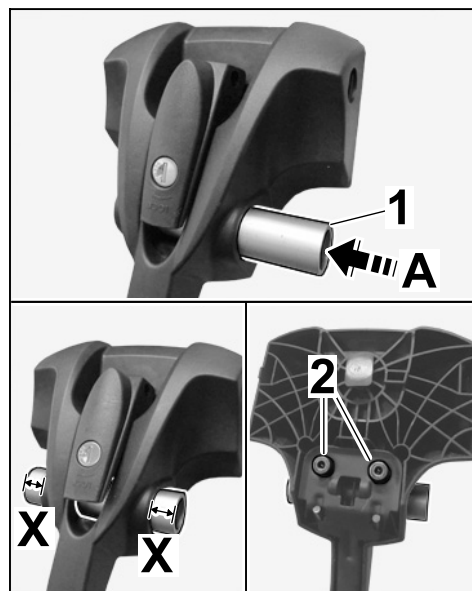

Figura 17
- 1.7.2 Introducir el eje de inserción en el alojamiento para la horquilla de la rueda delantera (\Rightarrow Figura 17-A).
Alinear por igual el voladizo (\Rightarrow Figura 17-X) por la derecha y la izquierda en el alojamiento para la horquilla de la rueda delantera.